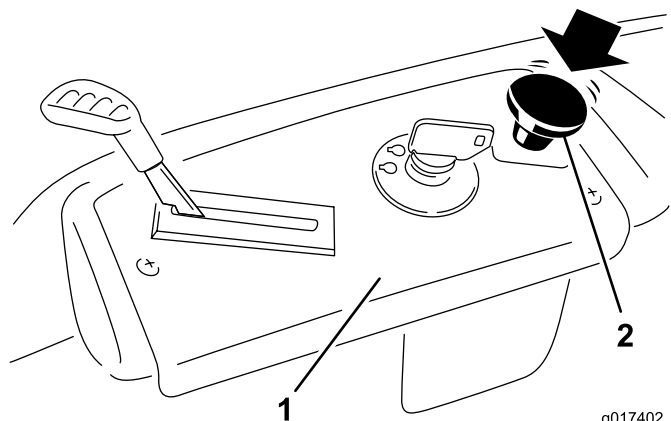

**Figura 15**
3. Tirate verso l'alto il comando delle lame per posizionarlo su On e innestate le lame (Figura 15).